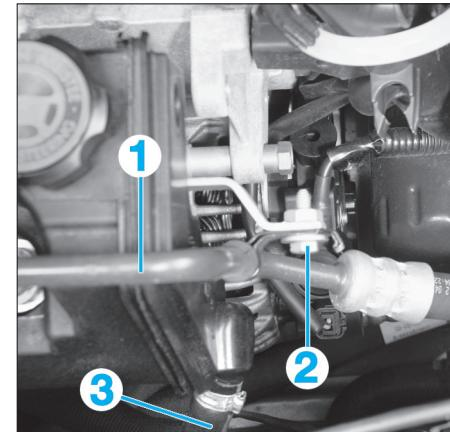
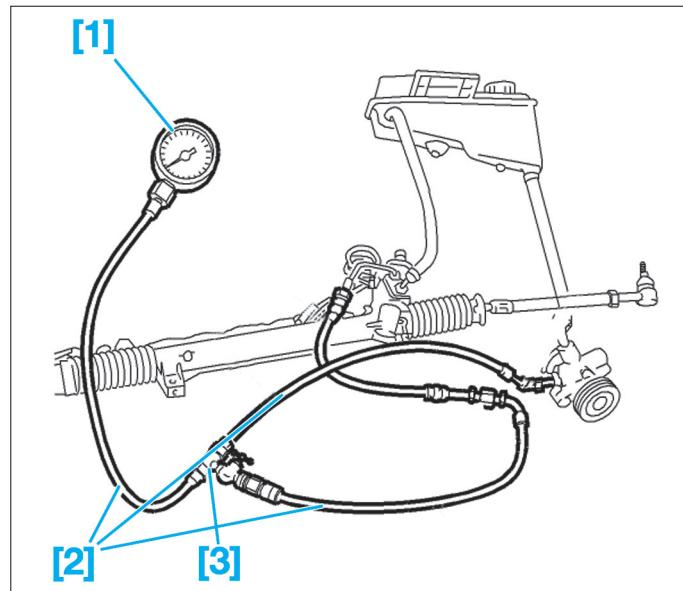

FIG. 17
FIG. 19
- Déposer (**Fig.17**) :
- le raccord de la canalisation haute pression (1) sur la pompe,
- la vis (2),
- la durit (3).
- [1] Manomètre d'huile (gradué jusqu'à 150 bars) (Fig.19).
- Débrancher la canalisation haute pression (1) de la pompe (Fig.17) et raccorder en dérivation un manomètre muni d'une vanne de fermeture (Fig.19).